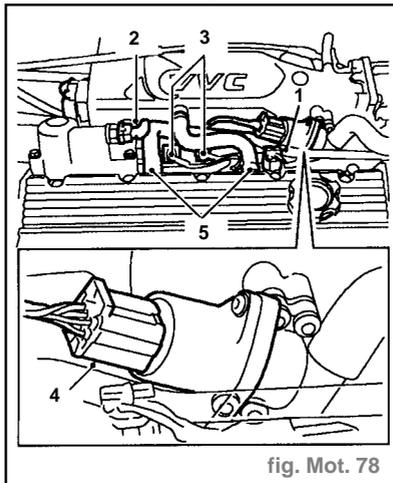

fig. Mot. 78
- Dégager le tuyau d'alimentation du collecteur de carburant, enlever le joint torique et le jeter (2).
- Débrancher la fiche multibroches du capteur CMP (1) (fig. Mot. 78).